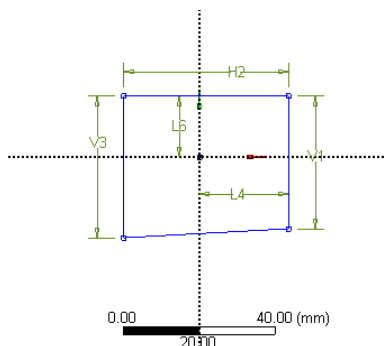

图 3-92 标注尺寸
9) 选择 “Dimensions” → “General” 命令并标注草图尺寸, 如图 3-92 所示。